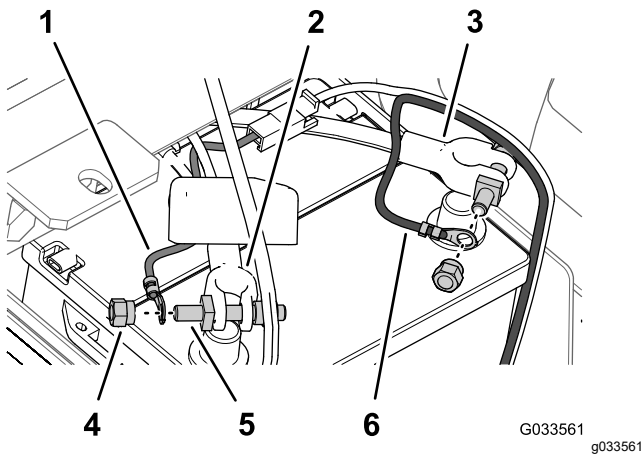

Bild 29
6. Befestigen Sie den Kabelschuh des durch die Schmelzsicherung geschützten Verbindungsteils (Kabelbaum des Sprühfahrzeugs) am Stift der Polschraube, die Sie mit einer Klemmmutter am Pluskabel der Batterie befestigt haben (Bild 29).
- Befestigen Sie den Kabelschuh des Minuskabels (schwarz, Kabelbaum des Sprühfahrzeugs) am Stift der Polschraube, die Sie mit einer Klemmmutter am Minuskabel der Batterie befestigt haben (**Bild 29**).